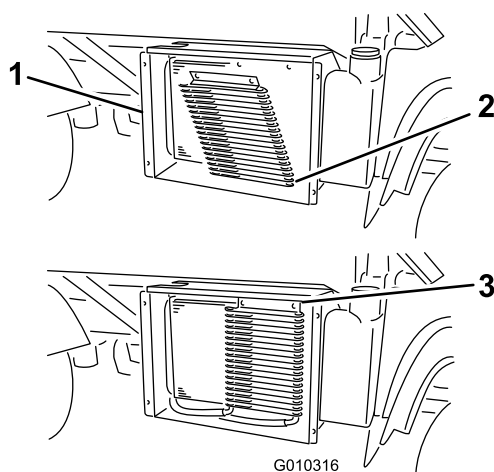

Рисунок 63
3. Поверните защелки и откиньте от радиатора масляный охладитель (если это предусмотрено) (Рисунок 63).